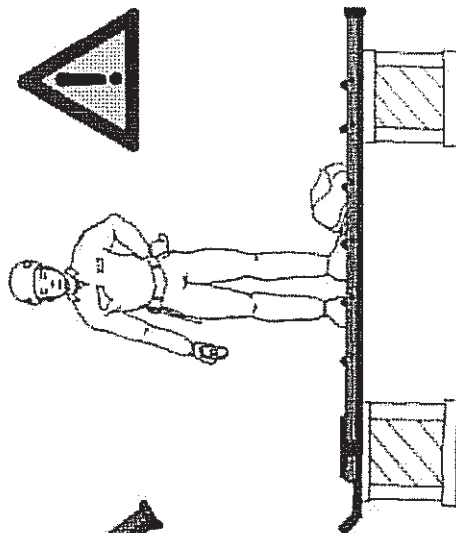

Fig. 9 - Non usare la scala come una piattaforma o passerella
- ▶ Non predisporre la scala come piattaforma di lavoro o passerella su cui salire/scendere (fig. 9).